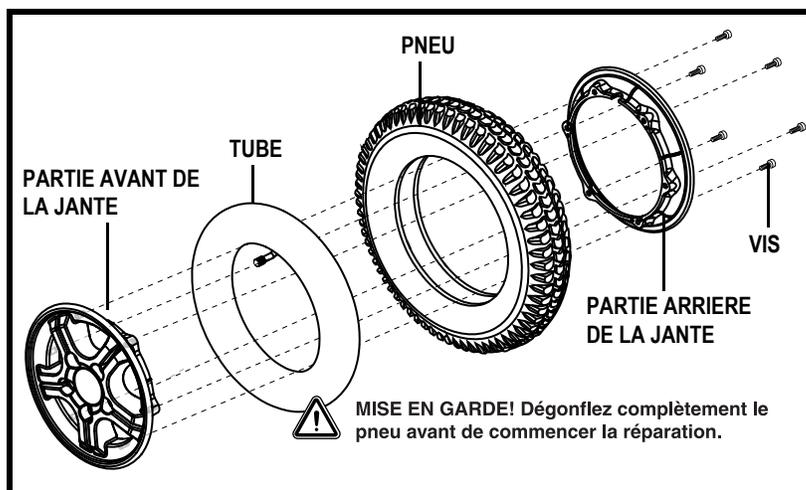

Figure 27. Roue motrice démontée
6. Retirez les vis qui retiennent les deux parties de la jante ensemble. **Voir la figure 27.**
10. Réinstallez les cinq (5) écrous de roue sur le moyeu et resserrez.